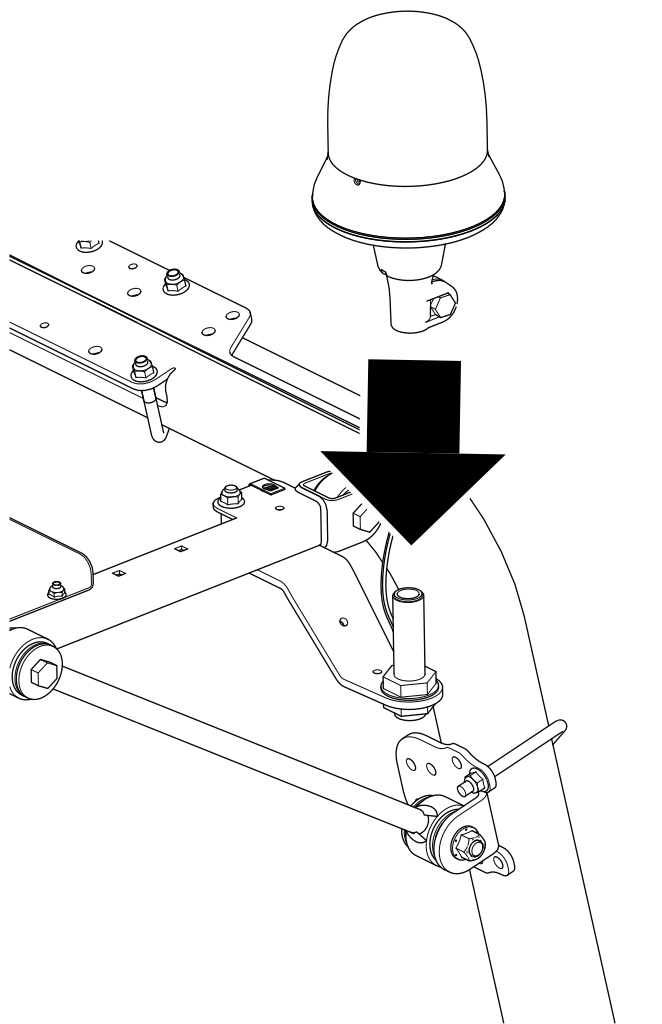

Figura 9
6. Instale la baliza en la base, y apriete la tuerca de orejeta (Figura 9).